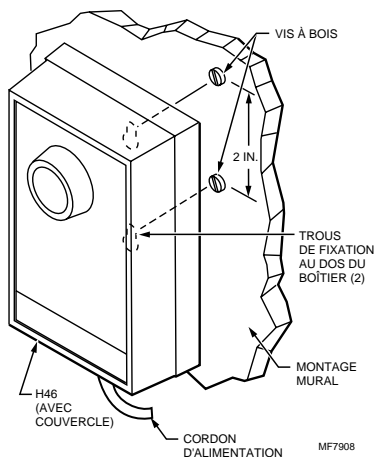

Fig. 2. Montage du H46E au moyen des deux vis.
- 1 À l'endroit choisi, enfoncer dans le mur les deux vis à bois fournies, à 51 mm (2 po) l'une au-dessus de l'autre, en les laissant dépasser de 2 mm (1/16 po). (Voir Fig. 2.)